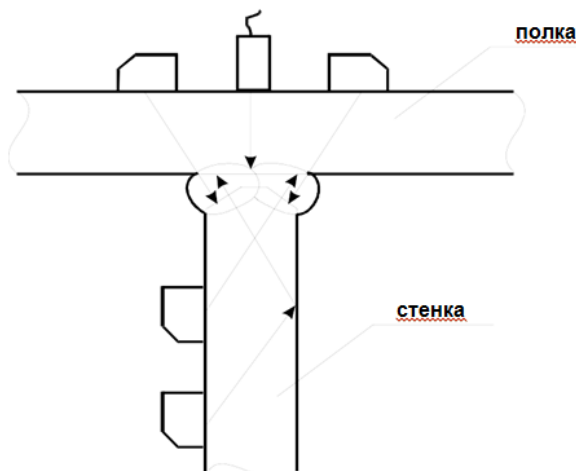

Рисунок 6.7 – Типичная конструкция шва таврового соединения
6.4.1 Тавровые сварные соединения могут выполняться как из плоских элементов, так и из цилиндрических (например, вварка штуцера в корпус сосуда). Наиболее типичная конструкция шва представлена на рис. 6.7. Обычно корень шва находится в центре привариваемого элемента, поэтому в этом месте наиболее часто встречаются дефекты типа непровара, несплавления.
6.4.2 Схема контроля выбирается из условий доступности контроля и полного прозвучивания наплавленного металла. Предпочтительные схемы контроля показаны на рис. 6.7.
6.4.5 При контроле тавровых соединений плоских элементов с К-образной разделкой и без нее, но с полным проплавлением, прежде всего начинают поиск непровара в корне шва наклонным ПЭП прямым и однократно отраженным лучом, а также прямым совмещенным и РС ПЭП, установленными на наружной поверхности полки (рис. 6.7). При отсутствии непровара нижняя часть шва (относительно расположения ПЭП) контролируется прямым лучом, а верхняя – однократно отраженным - при сканировании ПЭП по стенке.